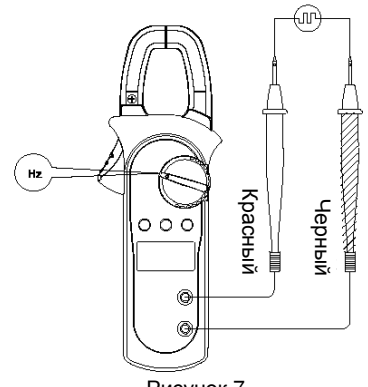

Рисунок 7
E. Измерение частоты (см. рисунок 7)